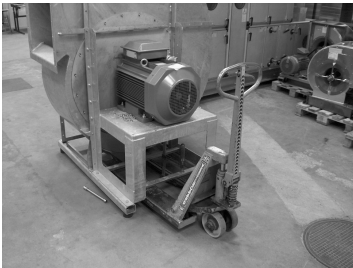
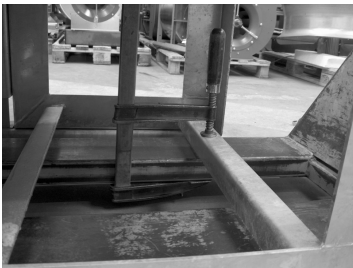

Fig. 8
Fig. 9
2. En palleløfter eller tilsvarende understøtning skubbes ind under motorkonsolen. Se fig. 8. En skruevinge monteres på forreste afstivning for at undgå at motorkonsolen og rotoren vælter bagover når de trækkes ud af ventilatorhuset. Se fig. 9. Bageste afstivning understøttes således at motorkonsollen forbliver horisontal.